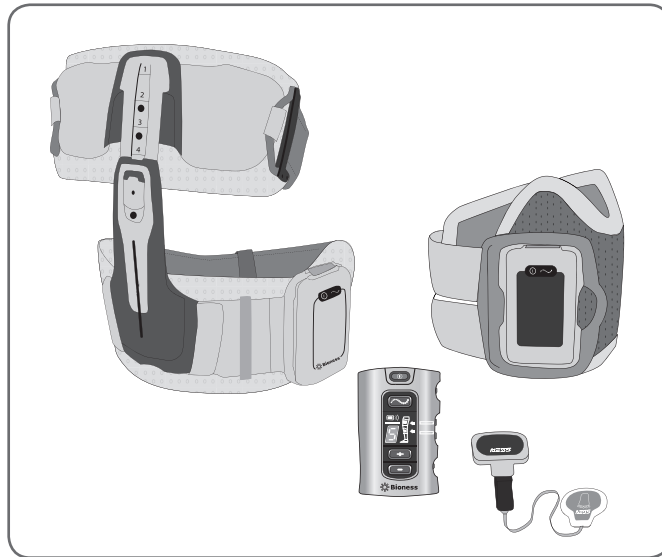

Abbildung 10-1: Einrichtung der Registrierung
1. Stellen Sie die zu registrierenden Komponenten auf einem Tisch nah beieinander auf, ohne dass diese sich berühren (siehe Abbildung 10-1).